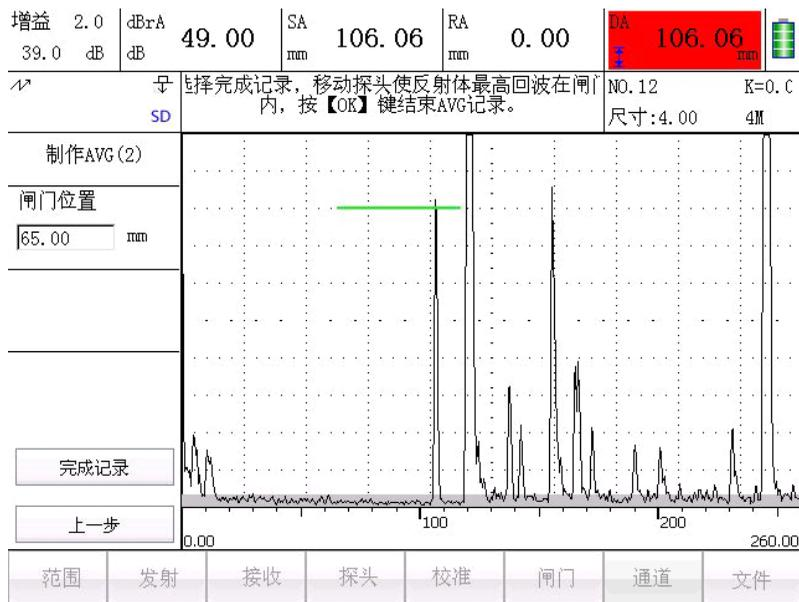

图 4.15 制作 AVG(2)
- 4) 点击 **下一步** 按钮, 进入 **制作 AVG (2)** 界面, 如图 4.15 所示,